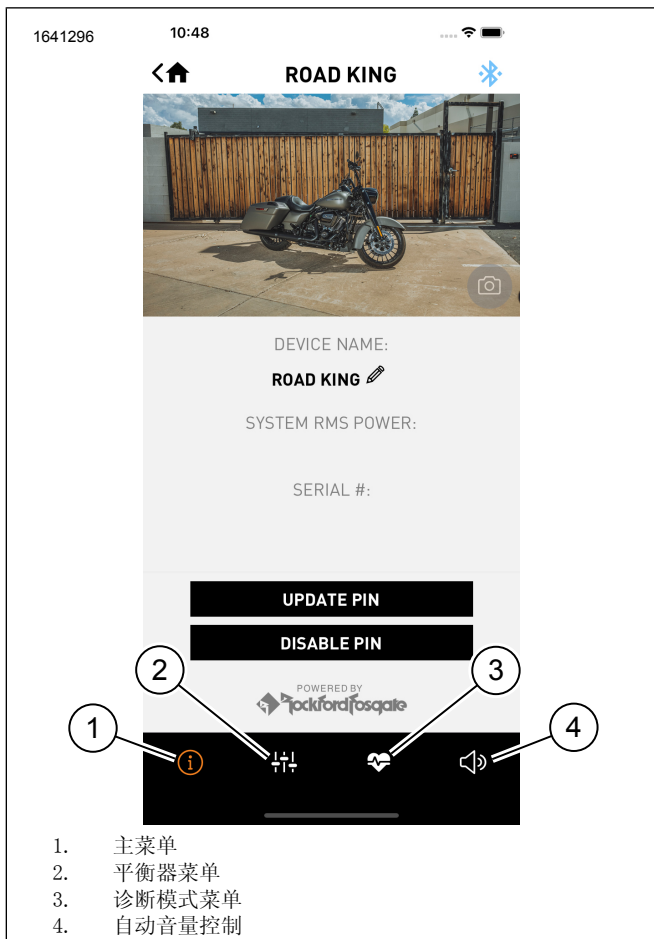

图18。菜单栏
5. 参见图 18。按下菜单栏图标，可以前往：
- a. 参见图18。按下主菜单(1)图标将提供关于更新的更多信息。